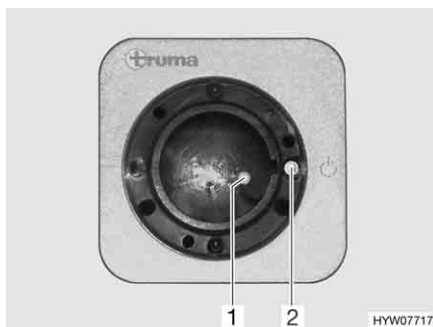
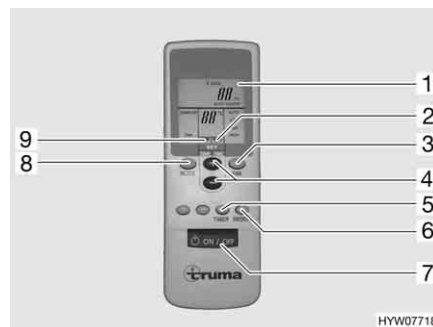

Fig. 136 Ricevitore
Fig. 137 Telecomando
- Accendere il telecomando con l'interruttore (Fig. 137,7). La spia verde di controllo (Fig. 136,1) indica la modalità di raffreddamento.
- Impostare la modalità di funzionamento desiderata con il tasto (Fig. 137,8).
- In caso di necessità, impostare con i tasti (Fig. 137,3 e 4) la potenza della ventola desiderata e la temperatura dell'ambiente. La freccia (Fig. 137,9) indica la modalità di regolazione selezionata.
- ▷ Sul ricevitore si trova un ulteriore interruttore a tasto (Fig. 136,2) con il quale è possibile spegnere e accendere l'impianto di climatizzazione anche senza il telecomando. Quando l'impianto di climatizzazione viene acceso mediante questo interruttore a tasto, viene selezionata automaticamente l'ultima modalità di funzionamento impostata con il telecomando.
- Per programmare l'impianto di climatizzazione, accendere con il tasto (Fig. 137,7) sul telecomando.
- Con i tasti (Fig. 137,8, 3 e 4), impostare la modalità di funzionamento e la temperatura dell'ambiente desiderate.
- Selezionare la funzione desiderata (Fig. 137,1) con il tasto (Fig. 137,5):
- Selezionare il tempo di commutazione desiderato (da 1 a 15 ore) con il tasto (Fig. 137,4). La freccia (Fig. 137,2) lampeggia e indica la modalità di regolazione.
- ▷ Con il tasto (Fig. 137,6) le impostazioni del telecomando vengono ripetutamente inviate al ricevitore.